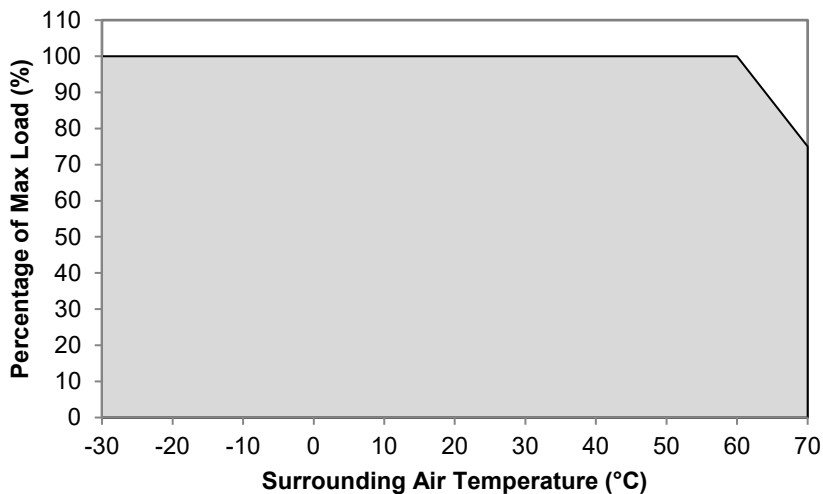

图. 2 正常运行降额
1. 电源供应器如持续在额定功率曲线外区间使用，可能导致降级或损坏。参见图 2。